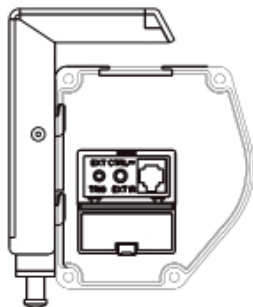

Bild 16
3. Sätt nu fast monteringsvinklarna med takhängarna på projektorduken och se till att kåpens spår överensstämmer med monteringsvinklarna. Dra åt låsskruvarna för att sätta fast kåpan i fästena. (Bild 16 och 17)